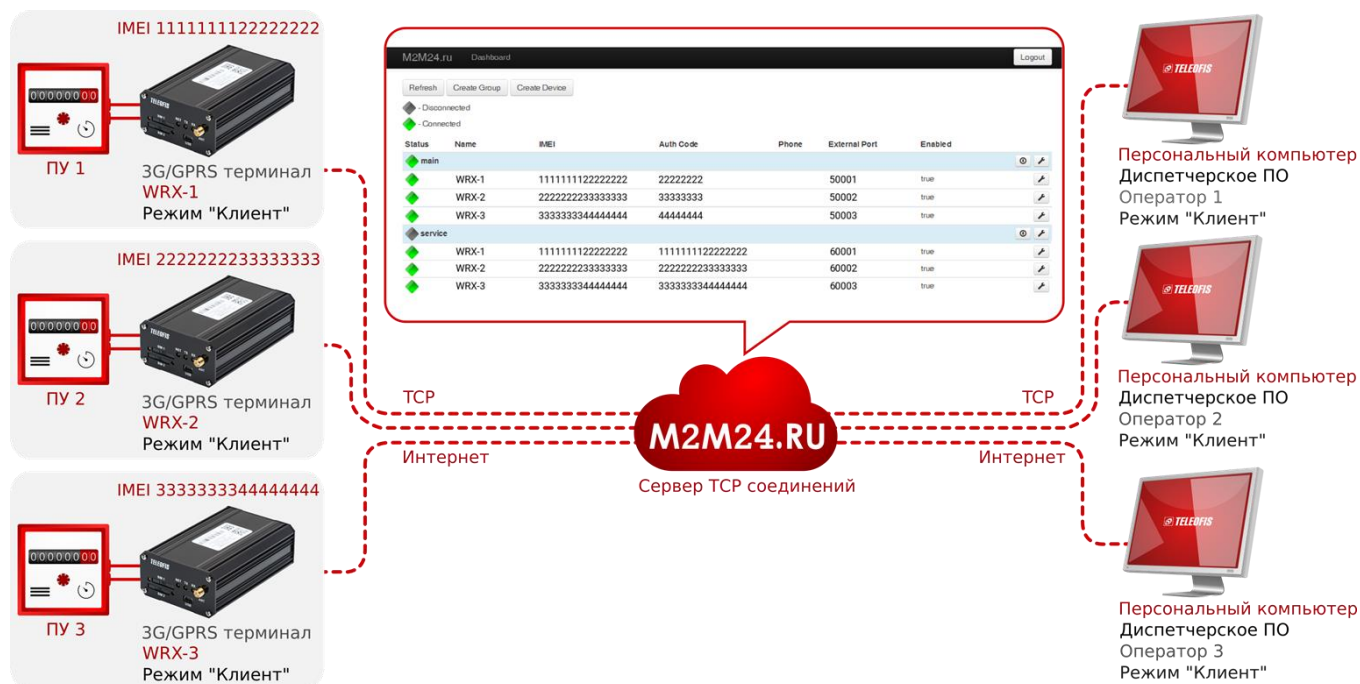

Рис. 21. Схема подключения с использованием служебного сервера «M2M24»
4. Подключение с использованием служебного сервера. В тех случаях, когда терминалы и устройства диспетчеризации не имеют возможности получить внешний статический IP-адрес и работают исключительно в режиме TCP-клиентов, оптимальным вариантом для соединения удалённых устройств может стать использование служебного сервера TCP соединений. Такой сервер организует и поддерживает каналы связи между различным оборудованием, терминалами и программами диспетчеризации. При этом все подключаемые к серверу устройства могут получать доступ к точкам учёта, работая в режиме TCP-клиентов. В качестве коммутатора TCP каналов компания «TELEOFIS» предлагает клиентам **бесплатный сервер TCP-соединений «M2M24»** (Рис. 21).